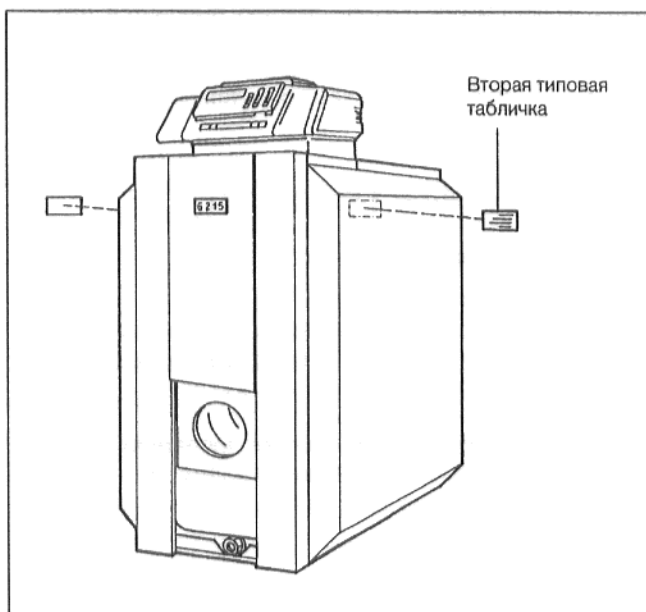

рис. 32
- Наклеить вторую типовую табличку в соответствии с рис. 32 на сторону отопительного котла, которая лучше просматривается.